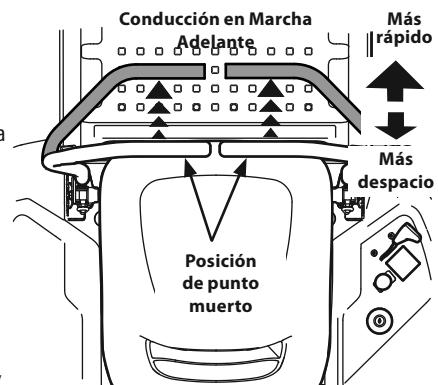

Figura 25
- Mueva las palancas de control de la transmisión de forma lenta y pareja hacia adelante. El tractor comenzará a desplazarse hacia adelante. Consulte la Figura 25.